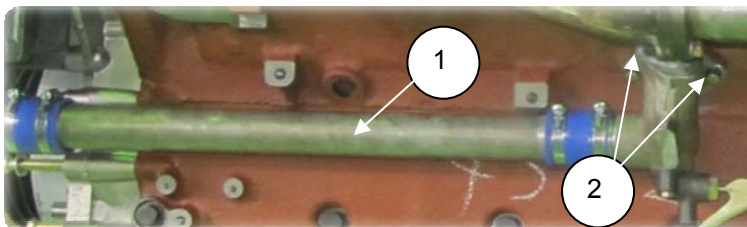

Рис. 2.49
3. Снять трубу отводящую левую (1) с левой стороны двигателя (рис. 2.49), отвернув 2 болта (2) (рис. 2.49) и 2 болта (1) крепления патрубка отводящего водяного насоса левого (рис. 2.50);
4. Снять водяной насос (2), отвернув 3 болта М12 (3) (S=17).